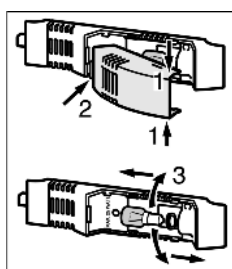

Fig. 18
- ▶ Het afdekkapje van de lamp boven en onder vastpakken *Fig. 18 (1)*.
- ▶ Het afdekkapje achter losklikken en verwijderen *Fig. 18 (2)*.
- ▶ Vervang de lamp *Fig. 18 (3)*.